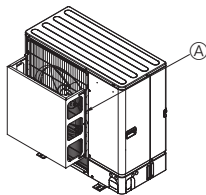

Fig. 2-5
- ② Postavite neobaveznu vodilicu za zrak ako je jedinica postavljena na mjesto gdje jaki vjetrovi tajfuna itd. mogu izravno ući u izlaz za zrak. (Fig. 2-5)